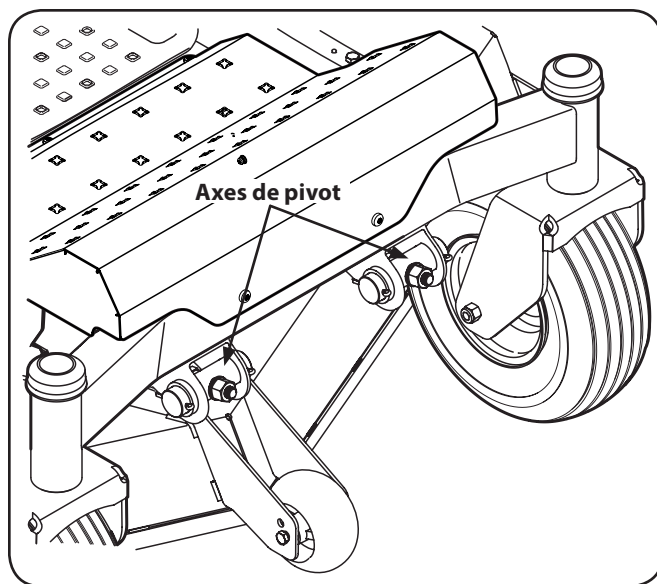

Figure 6-9
5. Pour relever le devant du plateau de coupe, desserrez les écrous autobloquants à l'avant des axes de pivot à l'aide d'une clé. Ensuite, serrez les contre-écrous situés à l'arrière des axes de pivot pour relever le devant du plateau de coupe et le maintenir en place. Voir Figure 6-9.
6. Pour abaisser le devant du plateau de coupe, desserrez les contre-écrous à l'arrière des axes de pivot à l'aide d'une clé. Ensuite, serrez les écrous autobloquants à l'avant des axes de pivot pour abaisser le devant du plateau de coupe et le maintenir en place. Voir Figure 6-9.